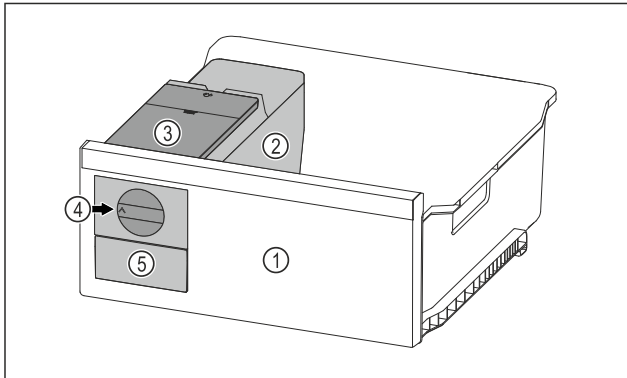

Fig. 97 Représentation à titre d'exemple
- ▶ Tourner le bouton rotatif Fig. 97 (4) dans le sens horaire jusqu'à la butée.
- ▷ Les glaçons tombent du bac à glaçons dans le tiroir à glaçons Fig. 97 (5).